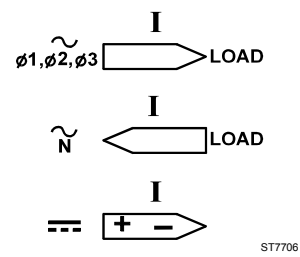

Abbildung 3. Richtung des Meßfühlers
4. Klemmen Sie den Meßfühler um den Leiter. Achten Sie darauf, daß der Pfeil an der Klemmbacke des Meßfühlers in die richtige Richtung weist. (Siehe Abbildung 3.)